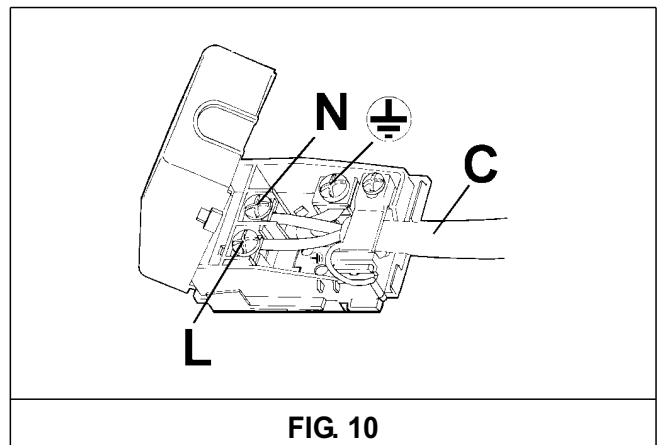

FIG. 10
- aplique ao cabo de alimentação "C", se estiver desprovido (ver a fig. 10), uma ficha normalizada adequada para a carga indicada na etiqueta de identificação. Ligue os fios respeitando o esquema da fig. 10 tendo o cuidado de respeitar as correspondências abaixo indicadas: